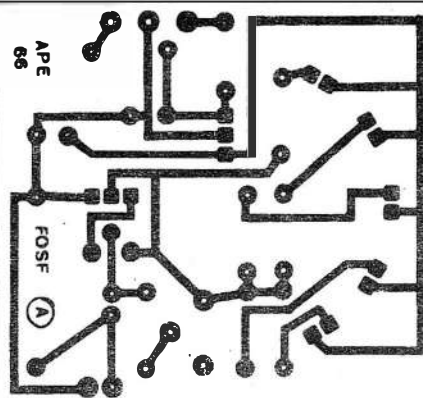

Fig.3
- FIG. 3 - LAY OUT DO CIRCUITO IMPRESSO ESPECÍFICO (MÓDULO A - TRANSMISSOR) - Aqui, embora a compactação seja também desejada, a miniaturização não é tão perseguida quanto no módulo receptor... Mesmo assim, procuramos manter o desenho tão sintético e pequeno (sem espremitamentos, contu-